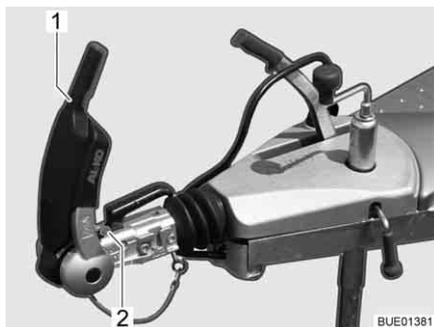

Fig. 225 Visualizador Forros de fricción adelante y atrás
- Abrir el tirador de estabilización (Fig. 225,1).
El control se realizará a través del visualizador delante de la palanca de acoplamiento (Fig. 225,2).